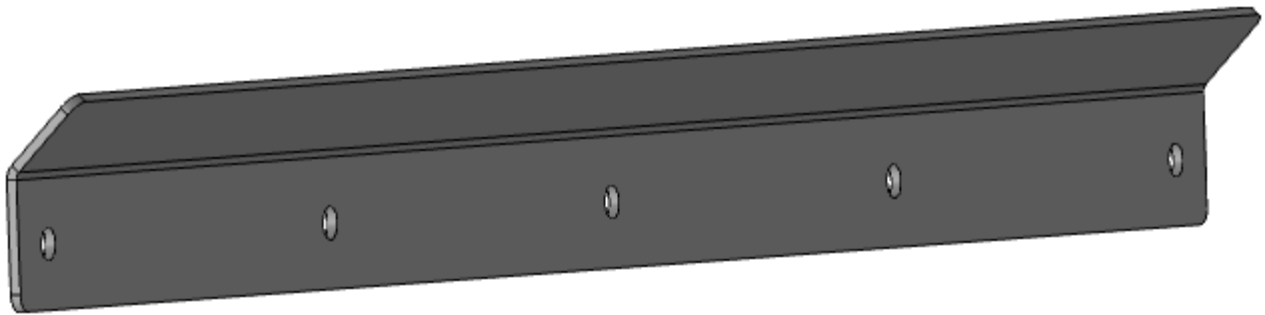

fig.1
- Posizionare la barra di appoggio (fig. 1) nell'area prevista per l'installazione della macchina.